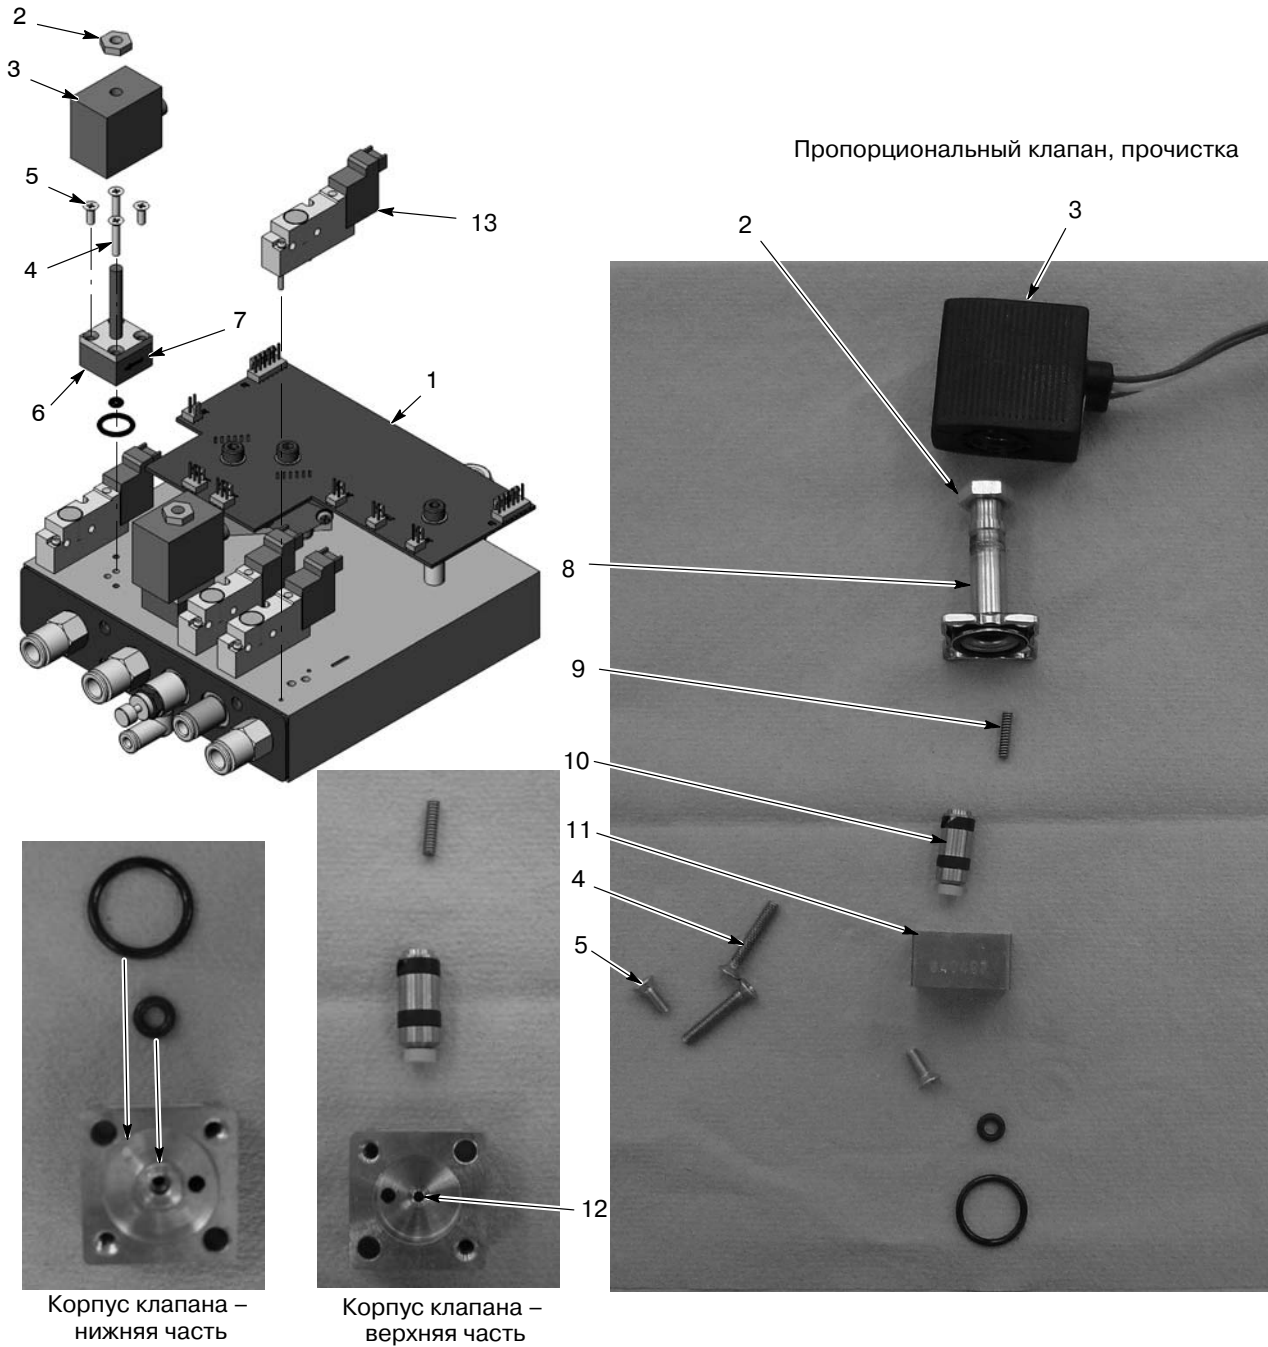

Рис. 5-19 Ремонт модуля iFlow – замена электромагнитного клапана и прочистка или замена пропорционального клапана
См. рис. 5-19. Для снятия электромагнитных клапанов (13) необходимо вывернуть два винта из корпуса клапана и снять клапан с коллектора.
См. рис. 5-19. Подача загрязненного воздуха может привести к неполадкам в работе пропорционального клапана (6). При разборке и прочистке клапана руководствоваться следующими инструкциями.
1. Отсоединить проводку катушки (3) от печатной платы (1). Отвернуть гайку (2) и снять катушку с пропорционального клапана (6).
2. Вывернув два длинных винта (4) и два коротких винта (5), снять пропорциональный клапан с коллектора.
См. рис. 5-19.